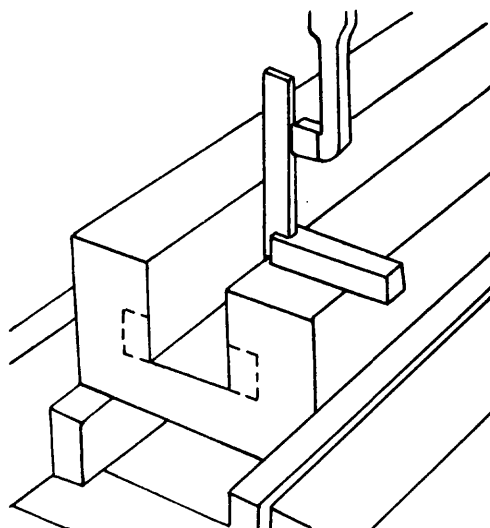

Fig. 4
2) El filo debe quedar en posición vertical (fig. 4).